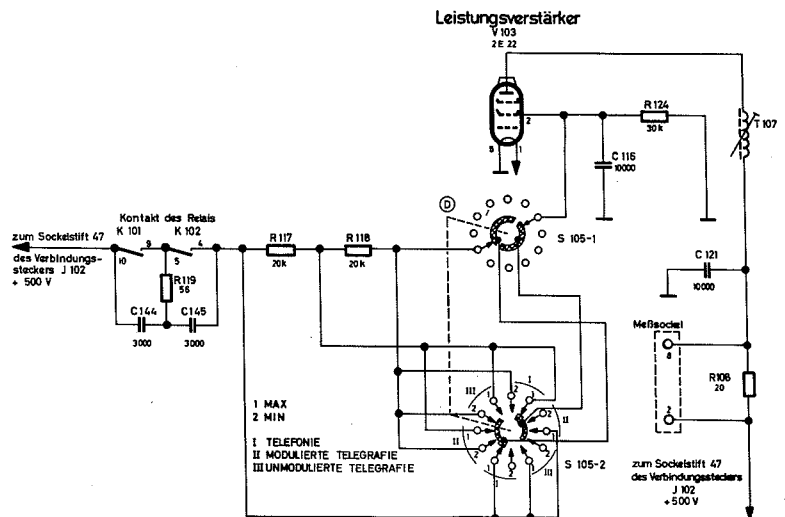
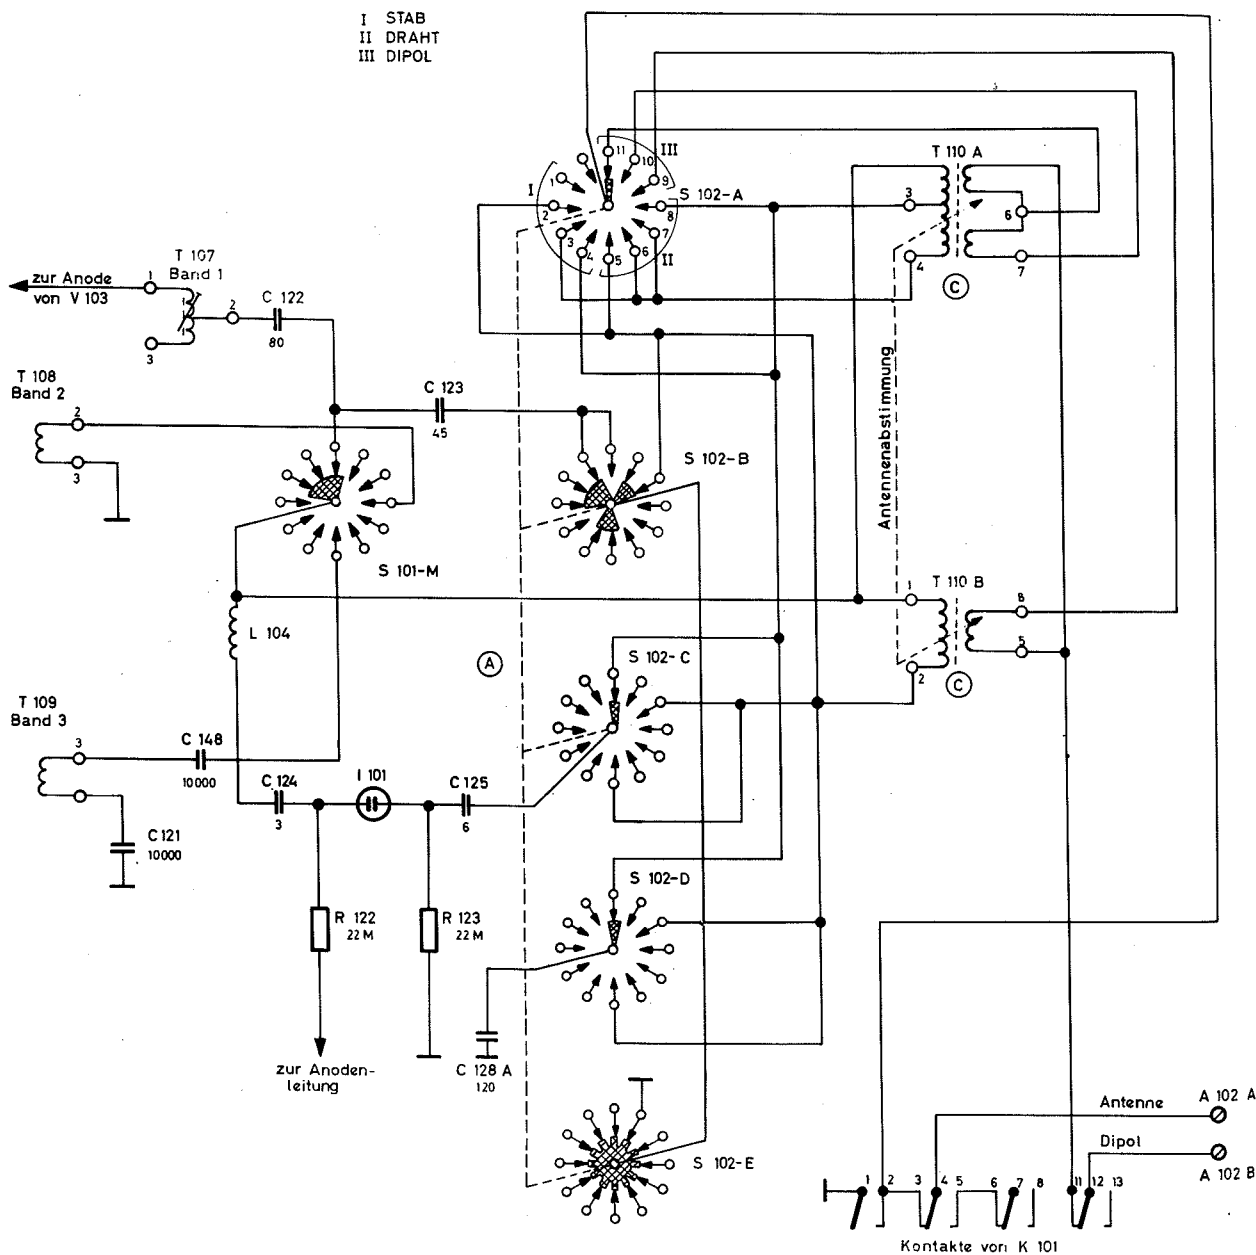

Bild 73 Schirmgitterkreis des Leistungsverstärkers, Schalter in Stellung „MAX“
Bild 74 Antennenschaltung und Abstimmkreise für den Sender
siert wird. Somit können eine normale (MAX)- und eine reduzierte (MIN)-Leistung mit Hilfe des Schalters S 105-1 und S 105-2 (Betriebsartenschalter D) eingestellt werden. In Bild 74 zeigt die stark gezogene Linie den Gitterstrom an, der über die Schalter S 105-1 und S 105-2 und die Serienanordnung der Widerstände R 117 und R 118 fließt. Durch die Serienanordnung der beiden Widerstände wird das Spannungspotential der Röhre V 103 heruntergesetzt (MIN). Bei voller Senderleistung (MAX) werden die Widerstände R 117 und R 118 mit Hilfe des Schalters S 105-1/2 (D) parallel geschaltet (MAX) (Normalspannung) (Bild 73).
h) Funkenüberbrückung. Beim Öffnen der Kontakte K 101 und K 102 bilden sich Funken, die Hochfrequenzstörungen hervorrufen, sogenannte Tastenklacks. Die Funken können nicht ausgeschaltet werden, jedoch durch einen Funkenüberbrückungskreis (C 144, C 145 und R 119) wesentlich verkürzt werden (Bild 73).
5.2.6 Antennenanpassung und Abstimmkreise für den Sender (Bild 74)
a) Es sind 11 Schalterstellungen für die Schalteranordnung S 102 möglich (Bild 74). Die Schalter A bis E werden für den Sendebetrieb verwendet; Schalterteil F nur für den Empfängerbetrieb. Diese 11 verschiedenen Schalterstellungen sind nötig, um die Spule des Leistungsverstärkers optimal auf dem gesamten Frequenzbereich des Senders an die Antenne anzupassen. Die Funktionen der verschiedenen Schalterstellungen sind: